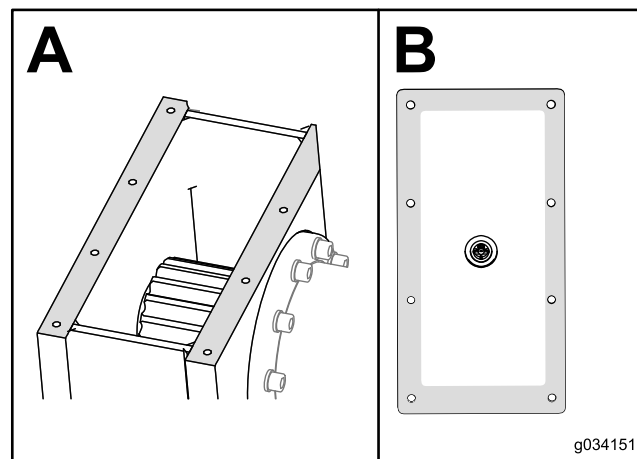

Figura 136
7. Quite el sellador de la caja de engranajes y de la tapa (Figura 136).
8. Ponga sellador RTV nuevo de grado automotor alrededor del borde de la tapa (Figura 136, B).